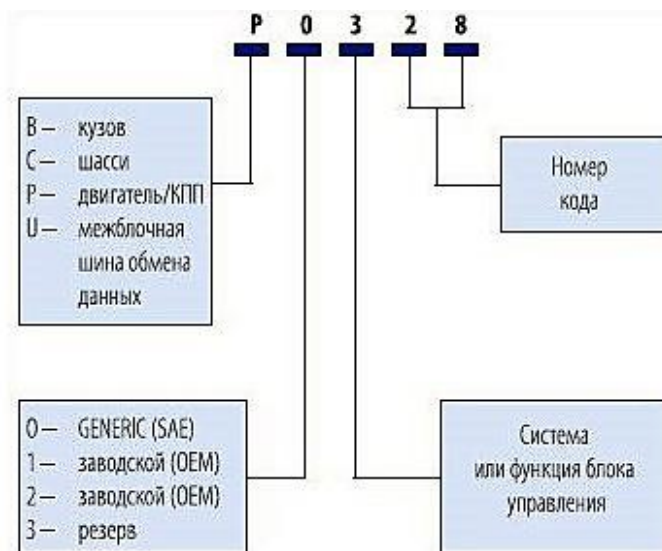

Рис. 8.1. Структура кодов неисправностей
*Теоретическая часть.* Коды ошибок автомобиля состоят из 5 цифр (рис. 8.1.)